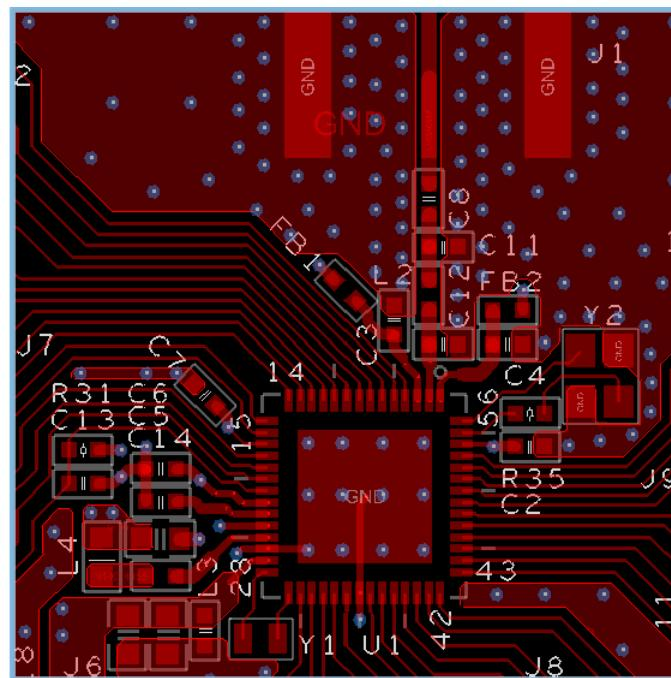

图 4-13 TOP 层参考设计
1. 采用单面（TOP面）布局，且走线也尽量在TOP层，保证BOTTOM的地平面尽量完整。参考图 4-13，TOP层用于元器件布局和RF等关键信号走线。